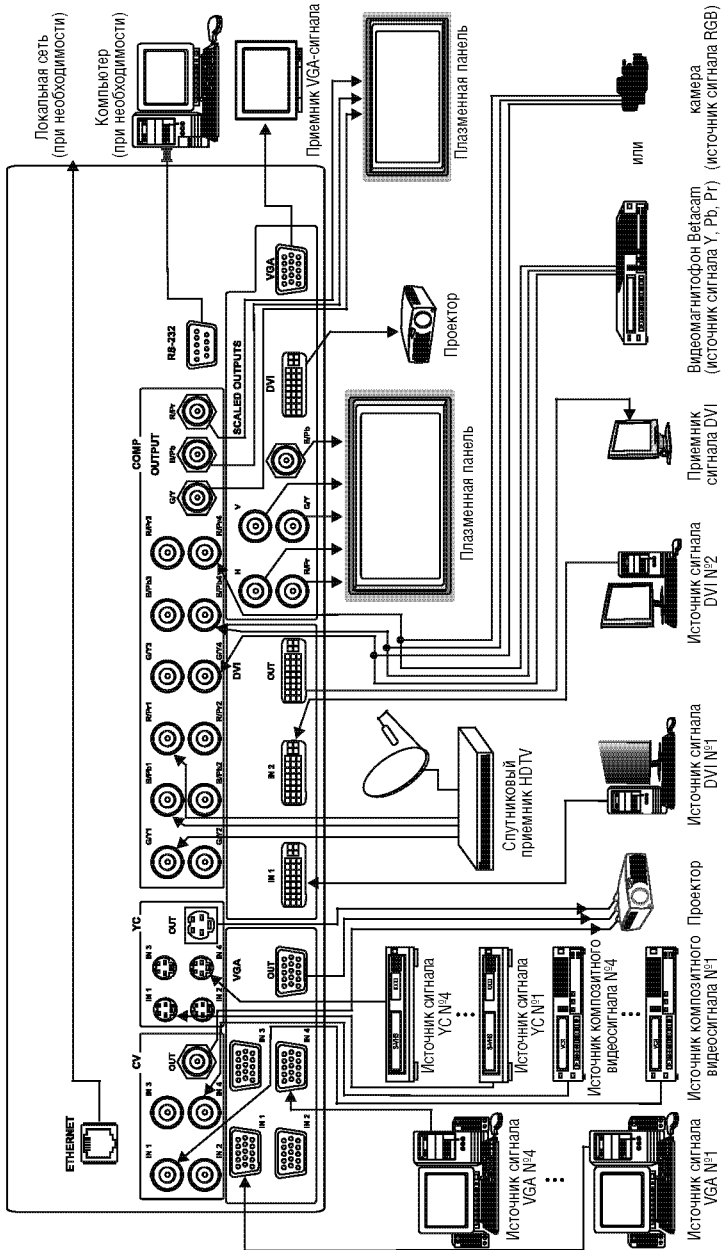

Рис. 4. Подключение к VP-725DS источников и приемников сигнала
Выключите питание всех подключаемых к **VP-725DS** устройств. Выполните следующие подключения (см. рис. 4):
5. Вставьте сетевой шнур1 (не показан на рис. 4).